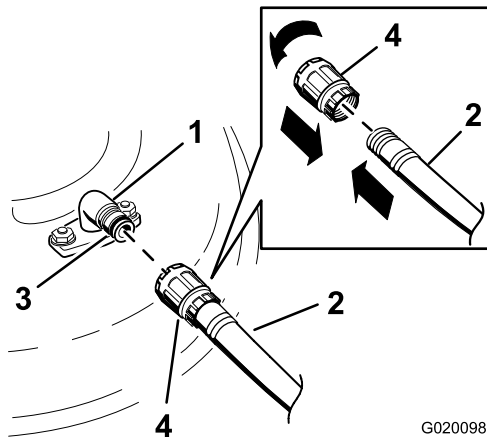

Figure 65
3. Branchez le raccord du tuyau d'arrosage à au raccord de lavage de la tondeuse et ouvrez l'eau en grand (Figure 65).